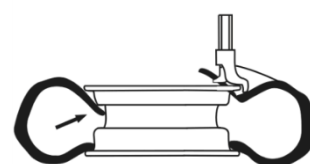

Fig. 23
- Bedienen Sie Pedal 3 (Fig. 23) um die Reifenheberhilfe zu aktivieren. Lassen Sie das Pedal los sobald die Reifenheberhilfe Komplet nach innen gedreht steht und der Reifen von der Felge gelöst ist.
- Enthält der Reifen einen Innenschlauch legen Sie diesen jetzt ein. Unternehmen Sie die vorweg, in dieser Bedienungsanleitung, genannten Anweisungen (der anderen Seite) zu dieser Arbeit! (Abb.23).